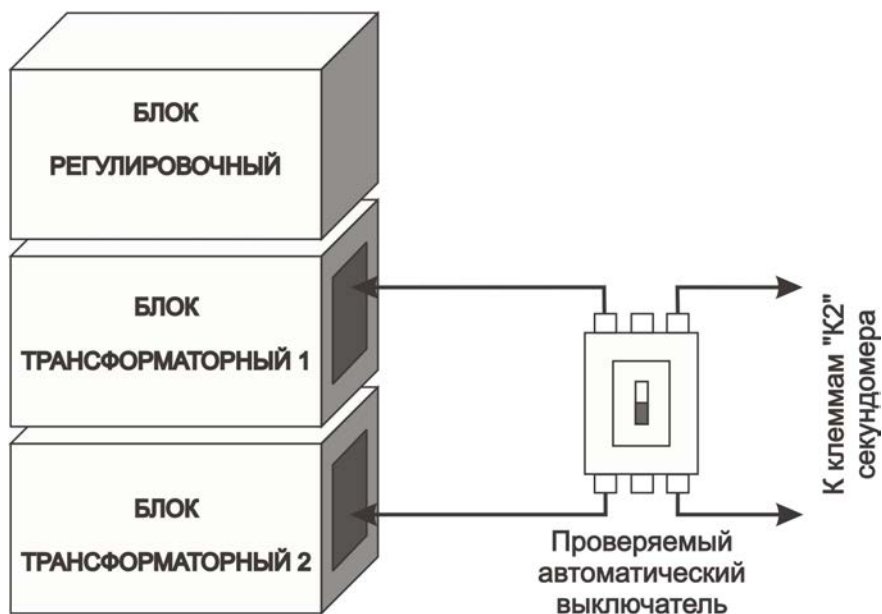

Рисунок 6.1 - Проверка автоматического выключателя
6. В меню «Секундомер/Фиксация» выбрать вариант «По отсечке», если не используются контакты секундомера «K2», либо «От K2», если используются (рисунок 6.1.).
4. В меню «Секундомер/Фиксация» выбрать вариант «По отсечке», если не используются контакты секундомера «K2», либо «От K2», если используются (рисунок 6.1.).